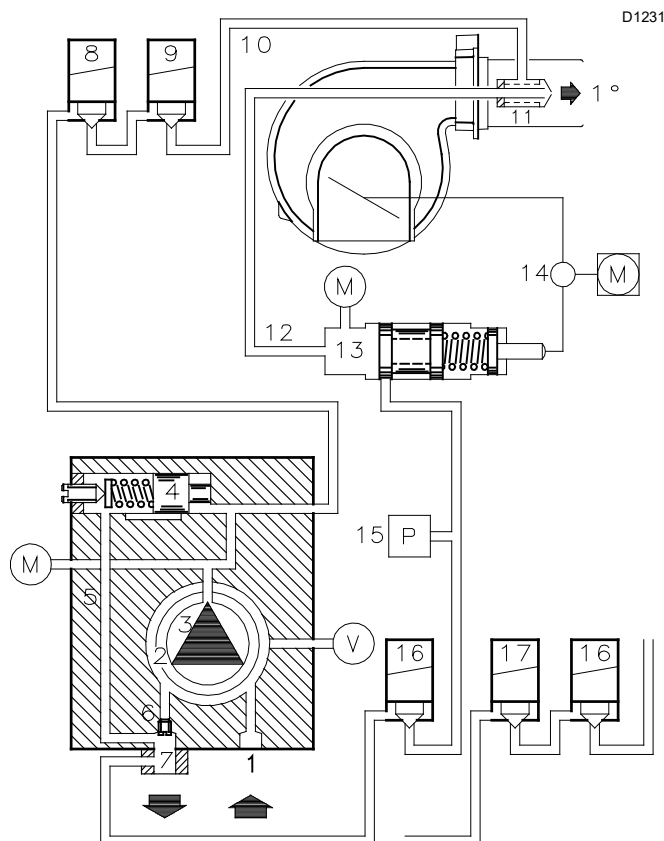

Рис. 20
Они устанавливаются на горелке с закрытым обходным контуром с помощью винта 6) (Рис. 20).
- Выверните винт 6) (Рис. 20) (открытый обходной контур) перед тем, как осуществлять гидравлические подключения.